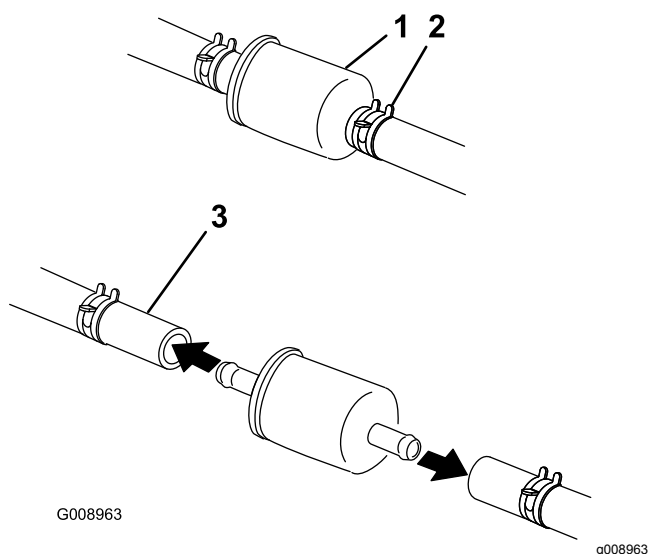

Figure 42
4. Pincez les extrémités des colliers et éloignez les colliers du filtre (Figure 42).